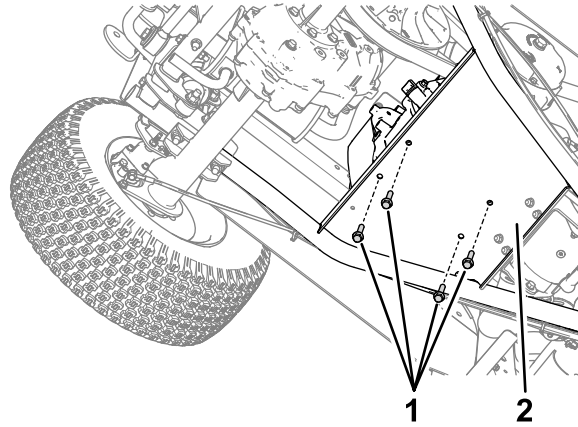

Figura 5
10. Rimuovete i 4 bulloni a testa flangiata che fissano il motore alla piattaforma del forcellone (Figura 5).